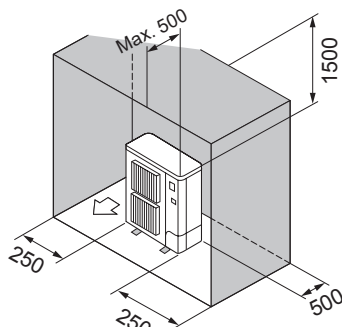

Fig. 2-12
- ⑥ Solo ostacoli posteriori, laterali e superiori (Fig. 2-12)